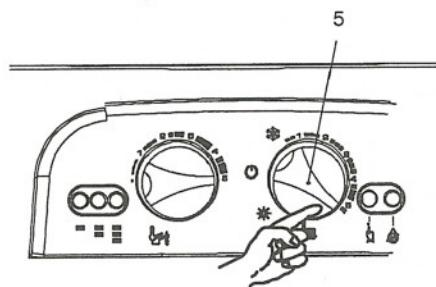

fig. 7.3
- Colocar el conmutador de función 5 igual que en la fig. 7.3